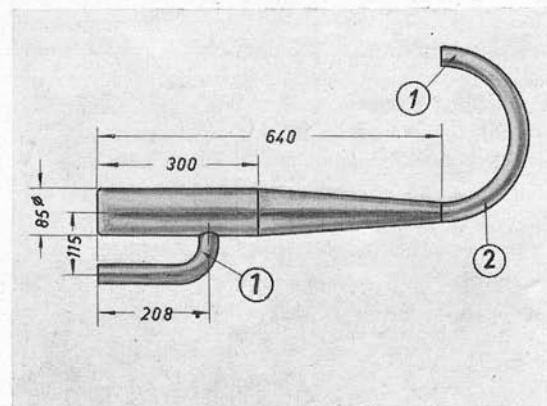

Abb. 1: Auspuffanlage RT 125 Moto-Cross
- Moto-Cross-Motoren** sind mit einem Spezial-Zylinderkopf auszurüsten. Dieser besitzt überdimensionierte Kühlrippen und ermöglicht ein Verdichtungsverhältnis von 1:10. Bei der Auspuffanlage handelt es sich um eine Spezialausführung, die nach den Skizzen Abb. 1 u. 2